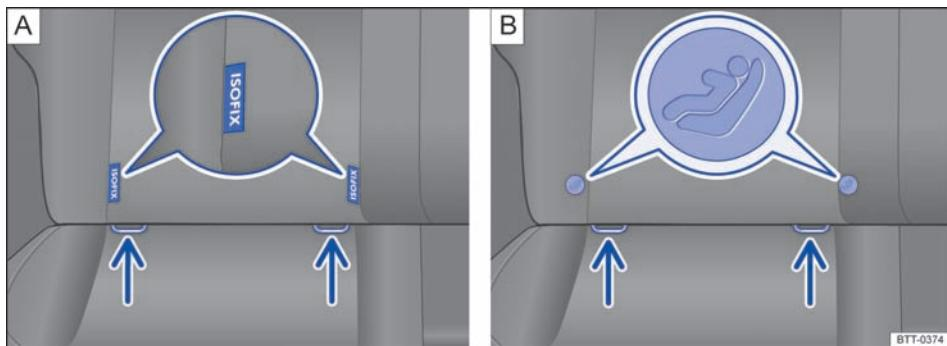
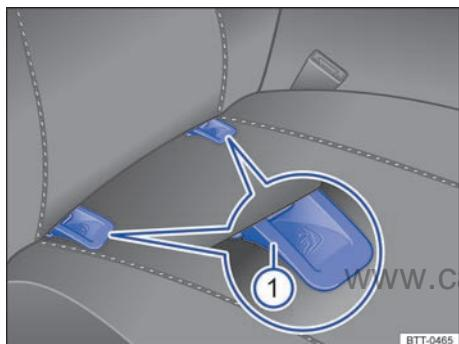

图 88 汽车座椅上：儿童座椅下部咬合点的标记类型
图 89 示意图：伸入辅助装置安装在汽车座椅上
用刚性固定件安装儿童座椅时，应使用车辆随附的伸入辅助装置 ⇒ 图 89 ①。安装伸入辅助装置可以让安装更容易并保护椅套。
- 将儿童座椅沿箭头方向插到固定环 ⇒ 图 88 或 ⇒ 图 89 上。必须能听到儿童座椅牢固卡止的声音。
- 将儿童座椅放到座椅面上，然后把固定带的钩子挂到固定环 ⇒ 图 88 中。